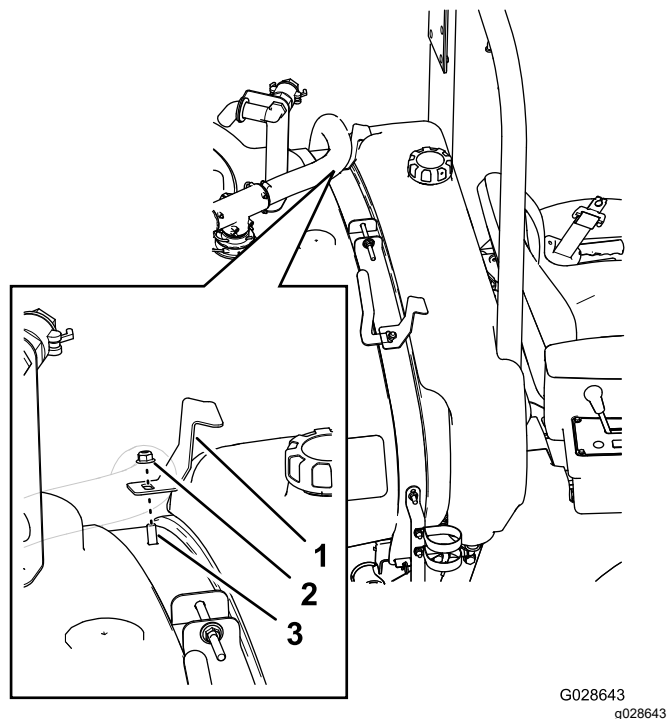

Figura 14
4. Allineate il serbatoio di lavaggio al serbatoio dell'irroratrice, come illustrato nella Figura 14.
5. Allineate la staffa del serbatoio sinistra sul bullone a testa tonda (3/8 x 1 poll.) nei fori superiori interni della fascia anteriore sinistra del serbatoio (Figura 14).
6. Fissate la staffa del serbatoio al bullone a testa tonda e alla fascia (Figura 14) con un dado di bloccaggio flangiato (3/8 poll.).